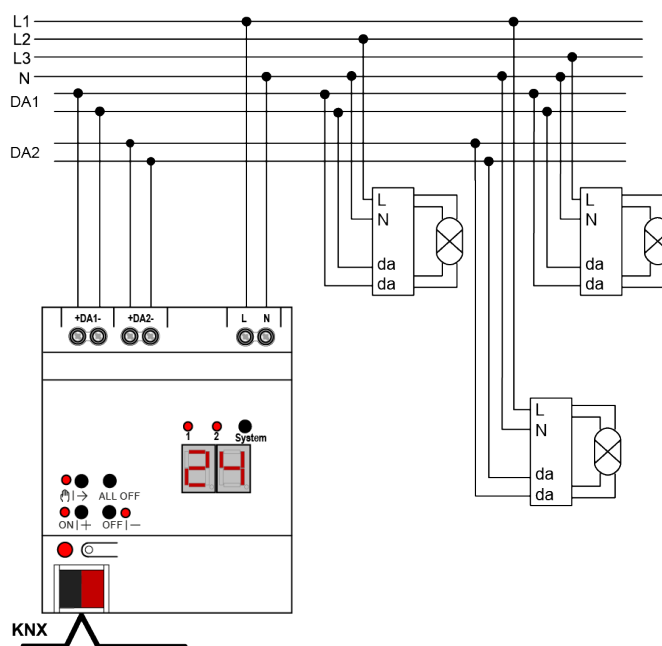

рисунок 3: Пример подключения 2-канального шлюза DALI
- Подключить прибор, как показано на примере (см. рисунок 3)